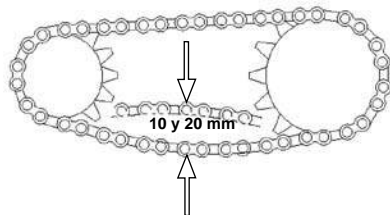

Imagen 15. Holgura de la cadena.
2. Mover la cadena con la mano hacia arriba y hacia abajo para revisar que su holgura esté entre 10 y 20 mm. Ver imagen 15.